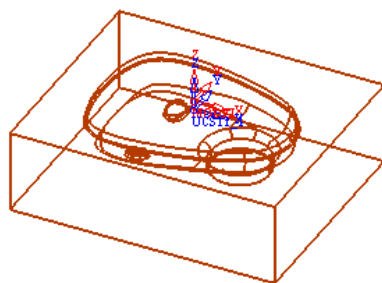

图 3-181 选择所有曲面(5)
- 展开“零件”选项,单击“零件曲面”按钮,然后单击“选择”工具栏上的选择所有按钮,系统选中所有曲面;此时图形中所有曲面高亮显示,如图3-181所示。